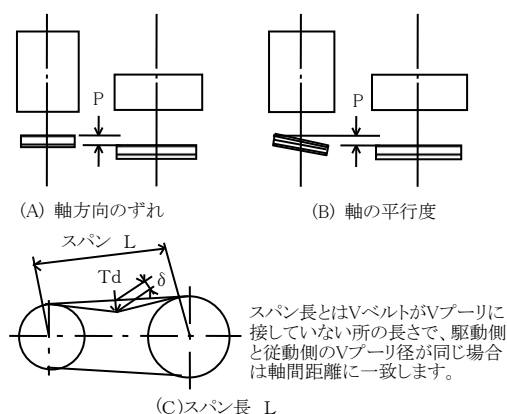

図 4 Vプーリの心出し
(1) ファンは工場で正しく心出し調整して出荷していますが、据付終了後再確認してください。
(2) Vプーリのミスアライメントは、Vベルトの寿命を縮める要因になりますので、正確に調整をしてください。ミスアライメントには、Vプーリの軸方向のずれと軸の平行度の2つが含まれます。図4 (A) が軸方向のずれで、同図 (B) が軸の平行度です。それぞれのずれの許容寸法 (P mm) は、同図 (C) に示されるVプーリ間のスパン長 (L mm) により、図5に示された値以下といたします。Vベルトを張った後で許容寸法を確認してください。ずれPは、極力小さく調整してください。
(3) Vベルトは、取付張力が不足するとスリップが発生しやすくなり、Vベルトの寿命に影響を与えます。また、張力が高すぎるとVベルトの寿命を縮めるだけでなく、軸荷重が過大になり、軸受の寿命を縮めます。